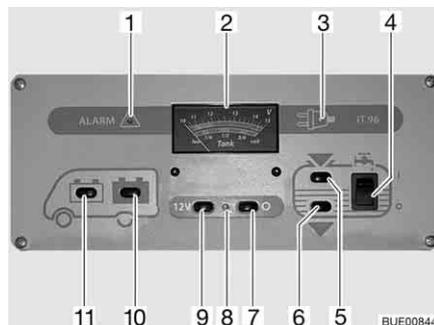

Fig. 135 Panneau de contrôle IT 96-2
L'interrupteur principal 12 V (Fig. 135,7 et 9) établit ou coupe le panneau de contrôle et l'alimentation 12 V de la cellule.
Mise en marche : ■ Appuyer sur le commutateur (Fig. 135,9) "12 V" : L'alimentation 12 V de la cellule est assurée. Le voyant de contrôle (Fig. 135,8) s'allume en vert.
Mise hors service : ■ Appuyer sur le commutateur (Fig. 135,7) "O" : L'alimentation 12 V de la cellule est coupée. Le voyant de contrôle (Fig. 135,8) s'éteint.
Observer sur l'indicateur de charge/de niveau de réservoir (Fig. 135,2), la graduation supérieure. L'indicateur s'éclaire automatiquement dès qu'un commutateur est actionné.
- Appuyer sur le commutateur (Fig. 135,11) "🔋" : La tension de la batterie de démarrage est affichée.
- Appuyer sur le commutateur (Fig. 135,10) "🔋" : La tension de la batterie de cellule est affichée.
Observer sur l'indicateur de charge/de niveau de réservoir (Fig. 135,2) la graduation inférieure. L'indicateur s'éclaire automatiquement dès qu'un commutateur est actionné.
- Appuyer sur le commutateur (Fig. 135,5)  : Le niveau du réservoir d'eau est affiché.
- Appuyer sur le commutateur (Fig. 135,6)  : Le niveau du réservoir d'eaux usées est affiché.
Mise en marche : ■ Commutateur à bascule (Fig. 135,4) vers le haut "I" : L'alimentation en eau est activée.
Mise hors service : ■ Commutateur à bascule (Fig. 135,4) vers le bas "O" : L'alimentation en eau est désactivée.
Le voyant d'alerte rouge "ALARM" (alarme) (Fig. 135,1) clignote dès que la charge de la batterie de cellule descend en dessous de 11 V (mesurée en marche) et qu'il y a risque de décharge profonde des batteries.
Le voyant de contrôle 12 V (Fig. 135,8) s'allume dès que l'interrupteur principal 12 V (Fig. 135,9) est enclenché.
Le voyant de contrôle jaune 230 V (Fig. 135,3) s'allume si l'arrivée du bloc électrique est sous tension de réseau.